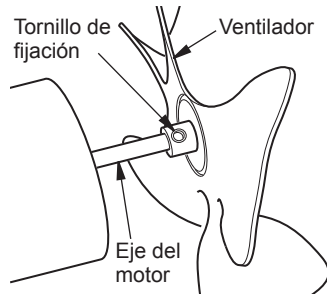

Figura 6 - Ubicación del ventilador, del eje del motor y del tornillo de fijación
IMPORTANTE: Extraiga el ventilador del eje del motor antes de retirar el motor del calentador. El peso del motor colocado sobre el ventilador puede dañar la inclinación correcta del ventilador (consulte la figura 6).
3. Utilice una llave Allen de 1/8" para aflojar el tornillo de fijación que une el ventilador al eje del motor (consulte la figura 6).